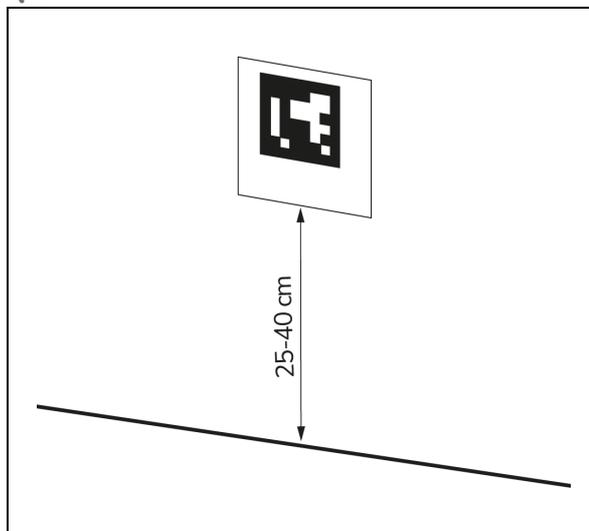

Figura 22
1. Posizionare il blocco del codice QR sulla parete a un'altezza compresa tra 25 e 40 cm dal pavimento (Figura 22, pos. 1).